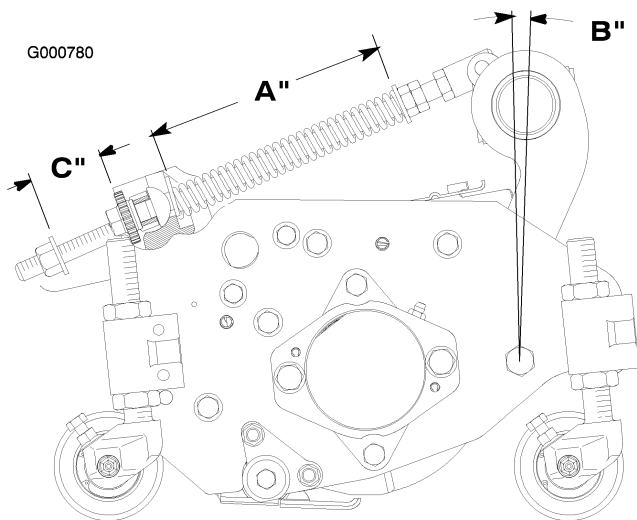

図 73
ターフ補正スプリング（図 73）は、キャリア・フレームとカッティングユニットをつないでおり、前後の揺れの大きさの調整
1. スプリングロッド後部のロックナットを締めて、すきま (C) を 25 mm とする (図 73)。
2. スプリングロッド前部の六角ナットを締めて、スプリング (圧縮状態) の長さ (A) が 203 mm になるようにする (図 73)。
注 ラフで使用する時やアンジュレーションの大きなフェアウェイを刈る時は、上記の長さ (A) を 216 mm とし、スプリングブラケット後部とワッシャ前面のすきま (C) を 38 mm としてください。(図 73)。